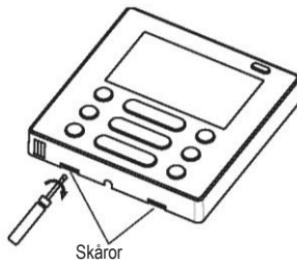

Fig. 3-4
- För in en skärad skravmejsel i skärorna i den nedre delen av sladdfjärrkontrollen (två platser) och ta bort den övre delen av sladdfjärrkontrollen. (Fig.3-4)